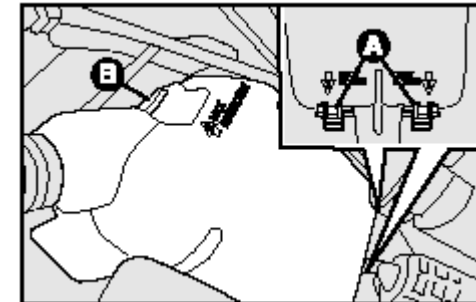

рис.51
- Вставить две пряжки **A – рис. 51** в соответствующие гнезда расположенные на коробке предохранителей